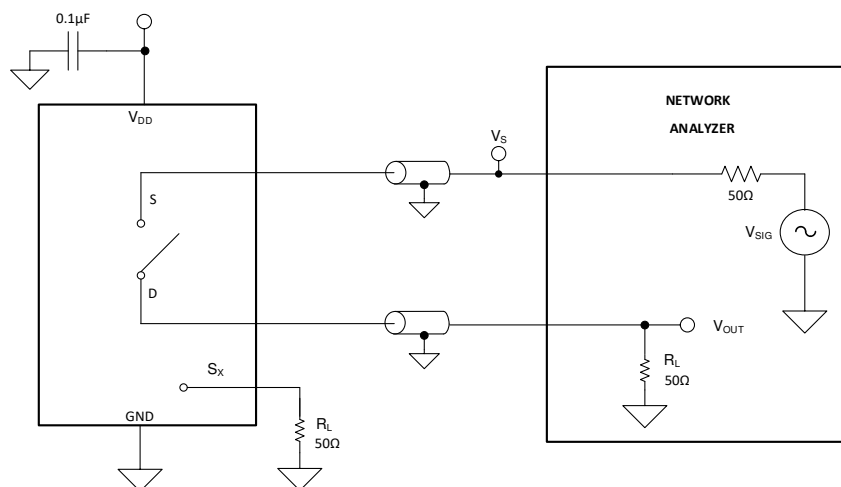

图 7-8. 关断隔离测量设置
关断隔离定义为器件的漏极引脚 (D) 处的信号与关断通道的源极引脚 (Sx) 上施加的信号之比。图 7-8 显示了用于测量关断隔离的设置和用于计算关断隔离的公式。